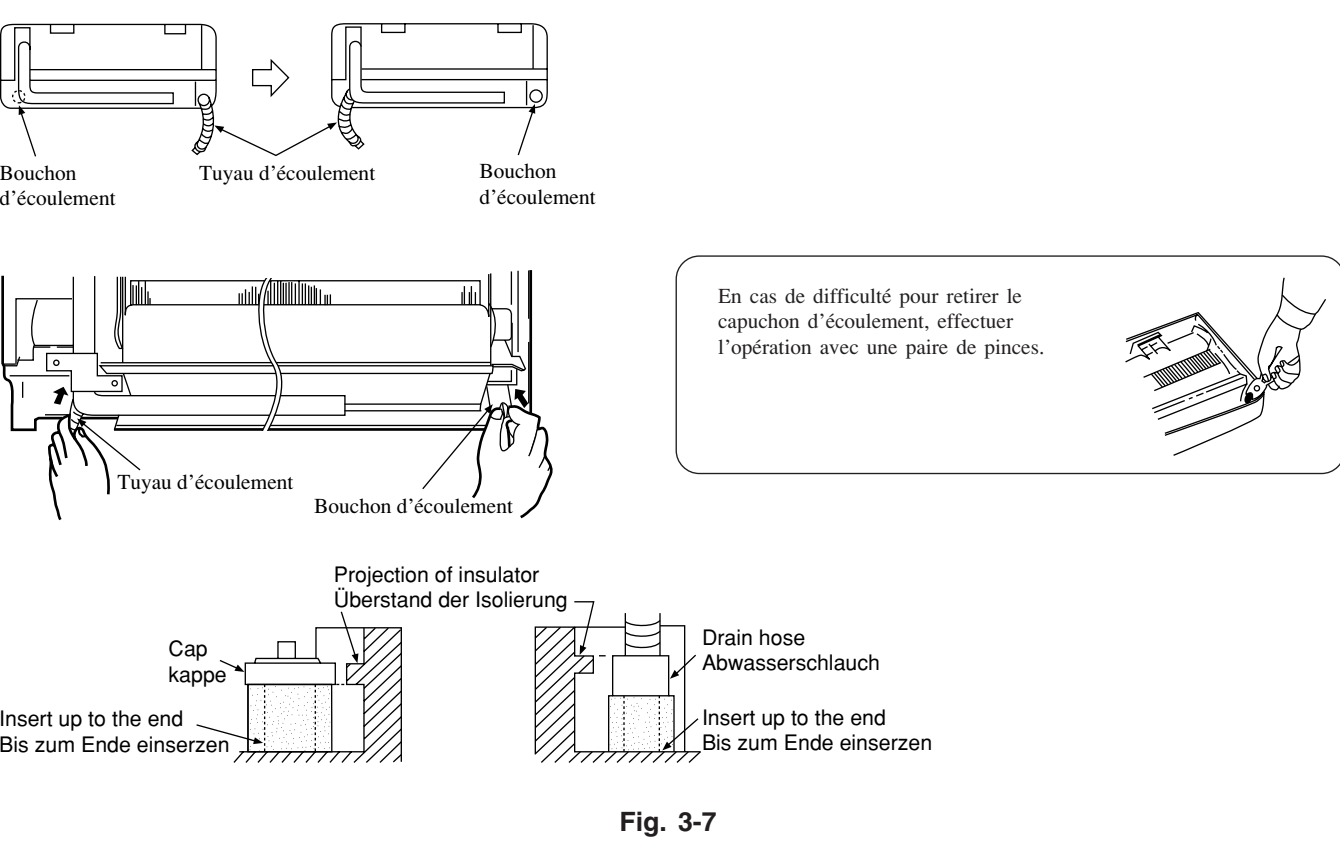

Fig. 3-7
(3) Si les tuyaux de réfrigérant sont tirés du côté droit, retirer le tuyau d'écoulement et le capuchon d'écoulement puis réintroduire jusqu'à ce que le dépassement de la bague d'isolement soit comme représenté sur les illustrations ci-dessous. (Les produits de condensation risquent de suinter si le tuyau de vidange et le capuchon de vidange ne sont pas introduits correctement.) (Voir figure 3-7)